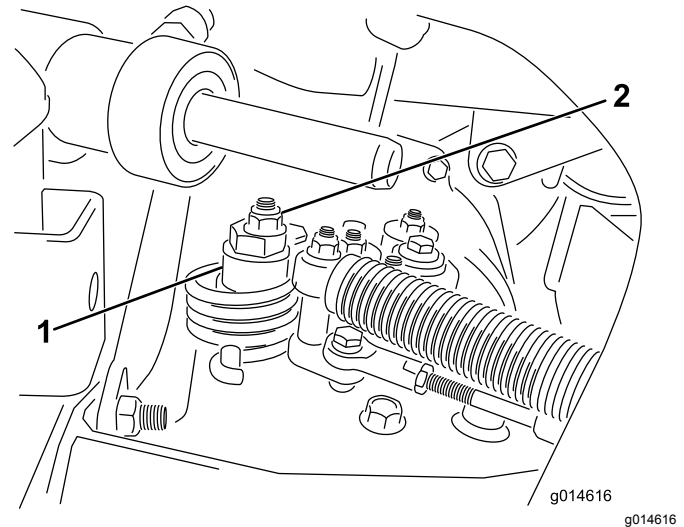

Figura 49
- A. Liberte a porca que fixa o disco excêntrico ao cimo do hidróstato (Figura 49).
- C. Rode o disco excêntrico até eliminar a deslocação em qualquer um dos sentidos. Quando a roda deixar de rodar, aperte a porca, bloqueando deste modo o disco excêntrico e fixando a posição de ajuste (Figura 49). Verifique se o ajuste é o